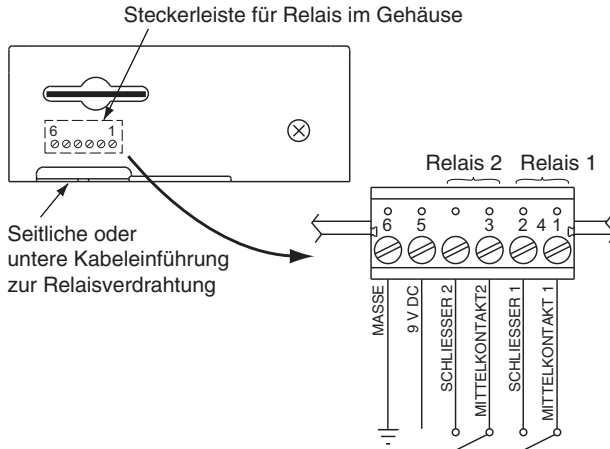

Abbildung 2.6 Relaisanschlüsse
Das Gehäuse sollte geerdet werden, zum Beispiel durch ein Erdungskabel an den Massekontakt der Relais-Steckerleiste, siehe **Abbildung 2.6**.
- Zum Verdrahten der Relais-Steckerleiste. (S. **Abbildung 2.6**)